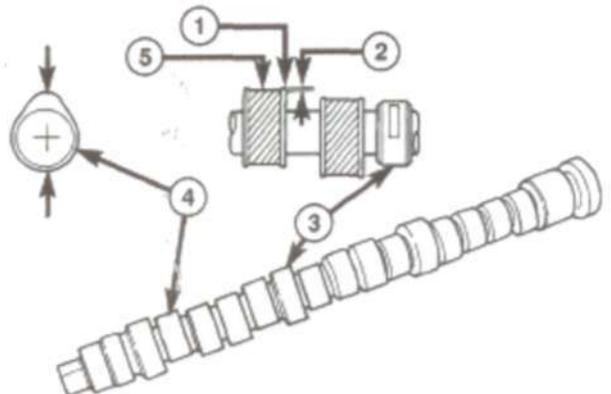

Рис. 19 Проверка износа распредвала.
(1) Осмотреть шейки распредвала, убедиться в отсутствии повреждений и мест заедания (Рис. 19). Если шейки заедают, проверить отсутствие повреждений головки блока. Также проверить масляные отверстия головки блока, убедиться в отсутствии засорения.
(2) Проверить выступы кулачков и опорные поверхности, убедиться в отсутствии чрезмерного износа и повреждений. Заменить поврежденный распредвал.
(3) Замерить фактический износ эксцентрика (неизношенный участок – участок износа = фактический износ) (Рис. 19), при превышении значения износа - заменить распредвал. Стандартное значение составляет 0.0254 мм **предел износа - 0.254 мм.**